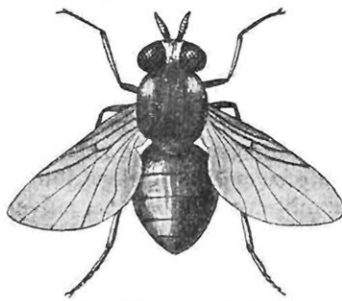

FIG. 10. — SIMULIE
*Les Simulies.* — Ces insectes sont aussi de toute petite taille, de deux à trois millimètres, mais beaucoup plus nombreux que les précédents. On les trouve partout, surtout dans les bois et les endroits humides, émigrant parfois sur les hauteurs, se dissimulant dans les herbes, les buissons. Ils s'attaquent à l'homme et aux animaux, en plein jour, faisant de douloureuses piqûres qui amènent souvent de dangereuses inflammations. On compte en France cinq ou six espèces de *Simulies*, dont trois sont très communes (fig. 10).